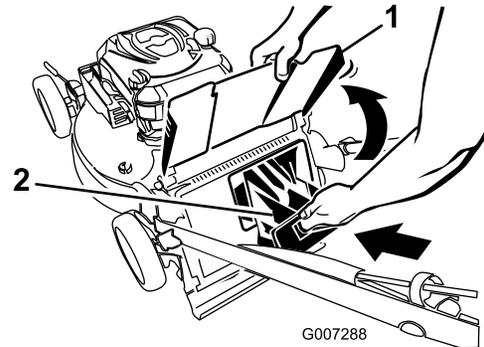

**Figure 22**
1. Faites passer le câble du lanceur autour du guide inférieur (Figure 22).